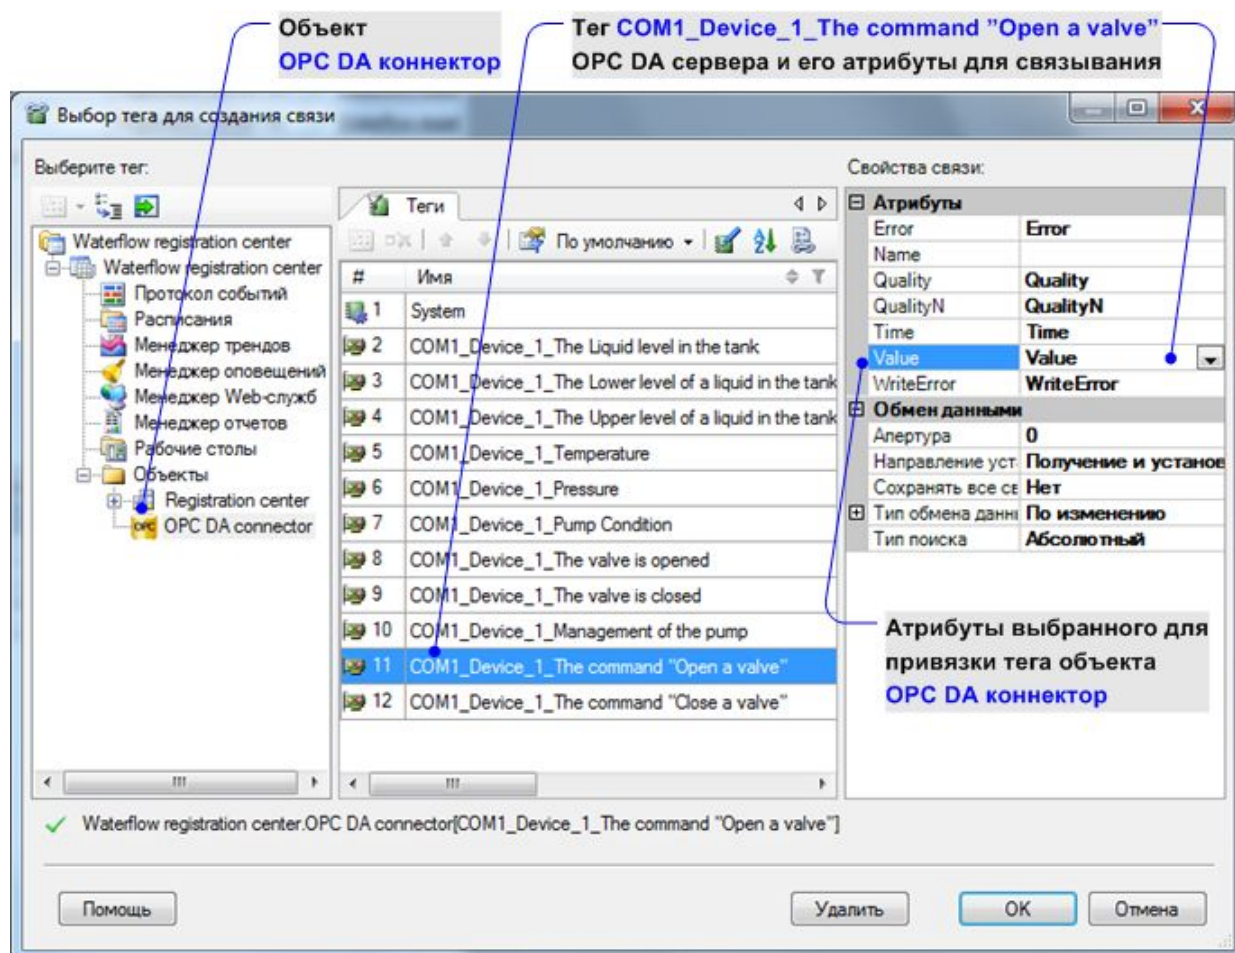

Рисунок 2.15 – Выбор внешнего тега и его атрибутов для привязки
- 3 В появившемся окне **Выбор тега для создания связи** (рисунок 2.15) выберите тег для связи